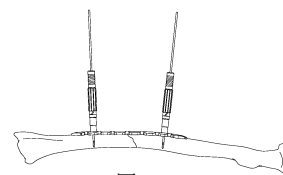

図3-2
②ドリルスリーブを使用する場合
2.5 ドリルスリーブ (S) 2 に 1.3GP スリーブ 2.5 を組み付けてプレートに設置し、1.3 ガイドピンで仮固定します。（図3-2）